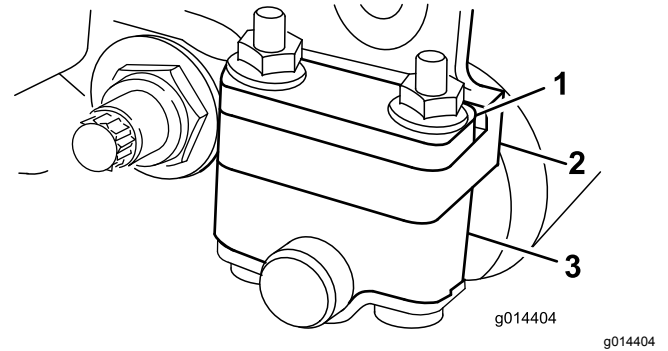
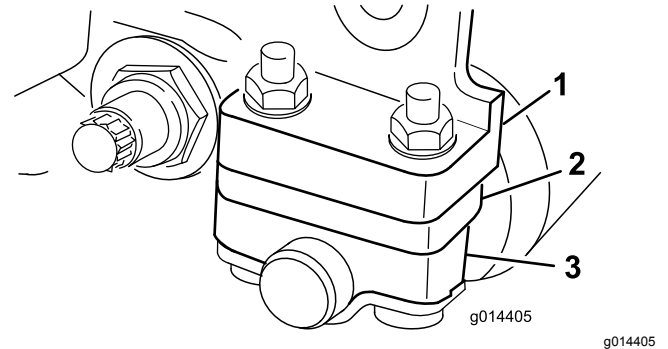

Figura 15
Figura 16
Dependiendo del intervalo de alturas de corte deseado, tendrá que ajustar los soportes del rodillo trasero (Figura 15 o Figura 16) a la posición superior o inferior:
- Coloque el espaciador encima de la brida de montaje de la chapa lateral (ajuste de fábrica) para obtener un intervalo de alturas de corte de 1,5 a 6 mm, tal y como se muestra en la Figura 15.
- Coloque el espaciador debajo de la brida de montaje de la chapa lateral para obtener un intervalo de alturas de corte de 3 a 25 mm, tal y como se muestra en la Figura 16.
- Coloque los espaciadores sobre los pernos, encima o debajo de los soportes de los rodillos, según sea necesario (Figura 15 o Figura 16).